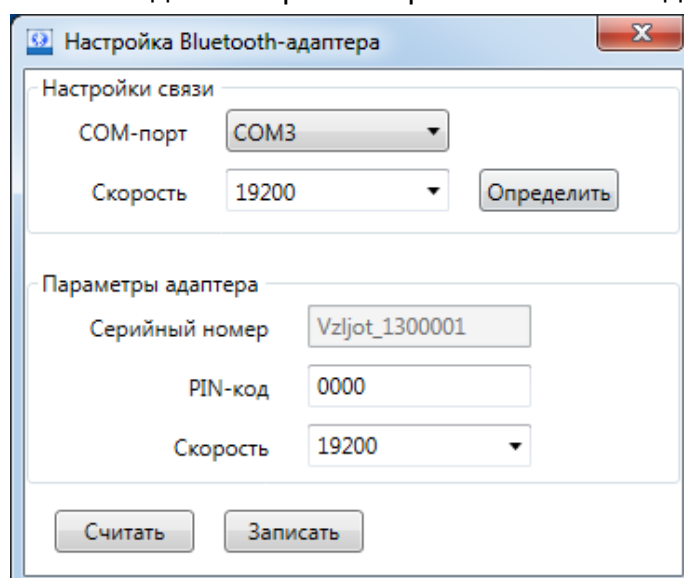

Рис.3. Ввод PIN-кода и скорости обмена с адаптером.
3.1.5. Введите PIN-код и выберите скорость обмена с адаптером (рис.3):